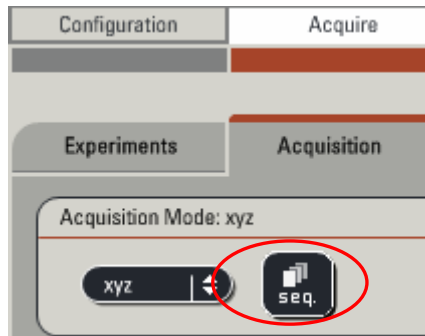

图 4-1 序列扫描按钮
1. 单击“Acquisition”中的“seq”按钮，如图 4-1，软件界面中将出现如图 4-2 的序列扫描菜单，可通过“Scan 1”右侧的“+”添加更多的扫描序列（“Scan 2”，“Scan 3”……）。